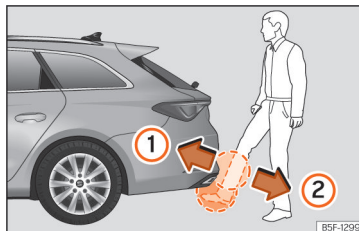

Abb. 82 Heckklappe mit sensorgesteuerter Öffnung (Easy Open).
- Mit einer schnellen Bewegung nähern Sie einen Fuß und unteren Beinteil so weit wie möglich dem Stoßfänger. Der untere Beinteil muss sich dem oberen Sensorbereich, und der Fuß dem unteren Sensorbereich nähern » » (Abb. 82) ①.
- Entfernen Sie den Fuß und den unteren Beinteil mit einer schnellen Bewegung aus dem Sensorbereich » » (Abb. 82) ②. Die Heckklappe öffnet sich selbsttätig.